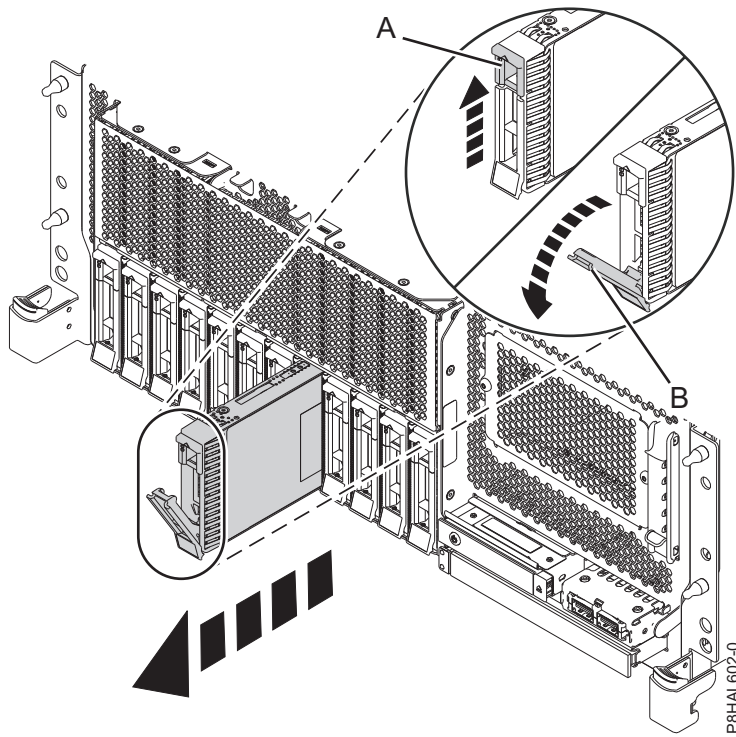

Figura 57. Extracción de una unidad de disco de un sistema de función base montado en bastidor
3. Desbloquee el asa de la unidad (**B**) presionando el pestillo del asa (**A**) y tirando de él hacia usted, como se muestra en la Figura 57 en la página 67, Figura 58 en la página 67, la Figura 59 en la página 68 y la Figura 60 en la página 69. Si el asa no está extendida del todo, la unidad de estado sólido no se puede deslizar hacia fuera